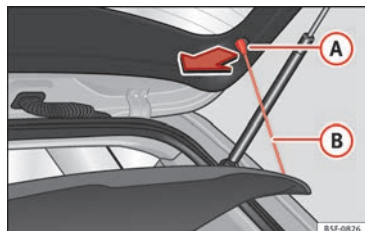

Abb. 159 Im Gepäckraum: Gepäckraumabdeckung aus- und einbauen.
- Hängen Sie die Haltebänder »Abb. 159 (B)« aus den Aufnahmen aus (A) aus.
- Hängen Sie die Haltebänder »Abb. 159 (B)« an der Heckklappe ein »Abb. 159 (A)«.